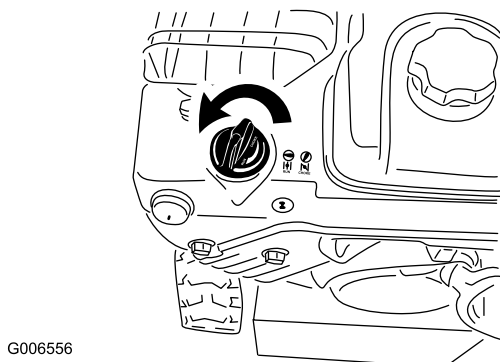

Figure 30
5. Tournez la commande de starter à la position Starter sélectionné (Figure 30).